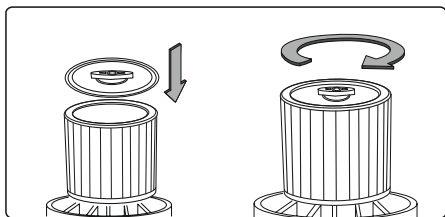
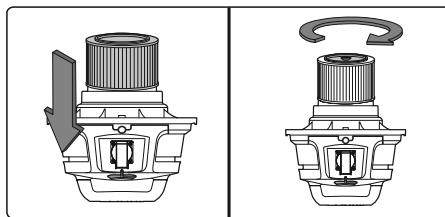

Рис. 13
Рис. 14
2) Наденьте колпачок фиксатора фильтра на картриджный фильтр поверх выступающего края и затяните фиксатор по часовой стрелке, чтобы он плотно прилегал к внутренней сетке фильтра (рис. 13 для VE 162E), (рис. 14 для VE 163E).